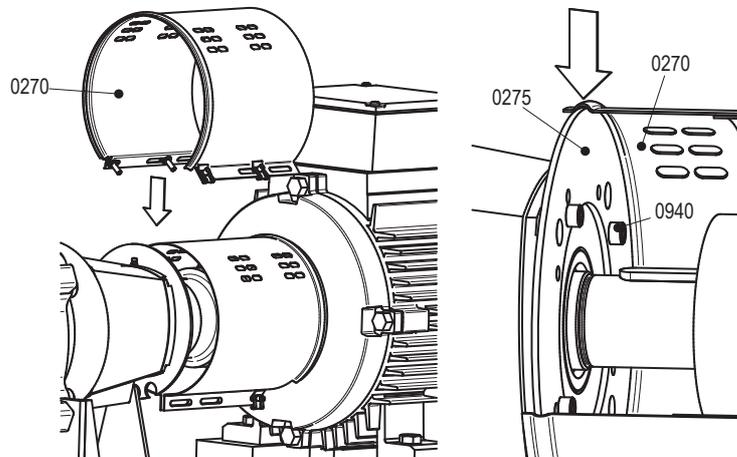

Figura 10: Montare la camicia a lato della pompa.
- 1 Svitare le viti (0940) e rimuovere la piastra di montaggio (0275) dal supporto del cuscinetto (2100). Vedere la la figura 10.
- 3 Montare la piastra di montaggio (0275) sulla supporto del cuscinetto (2100) con viti (0960). Vedere la la figura 10.